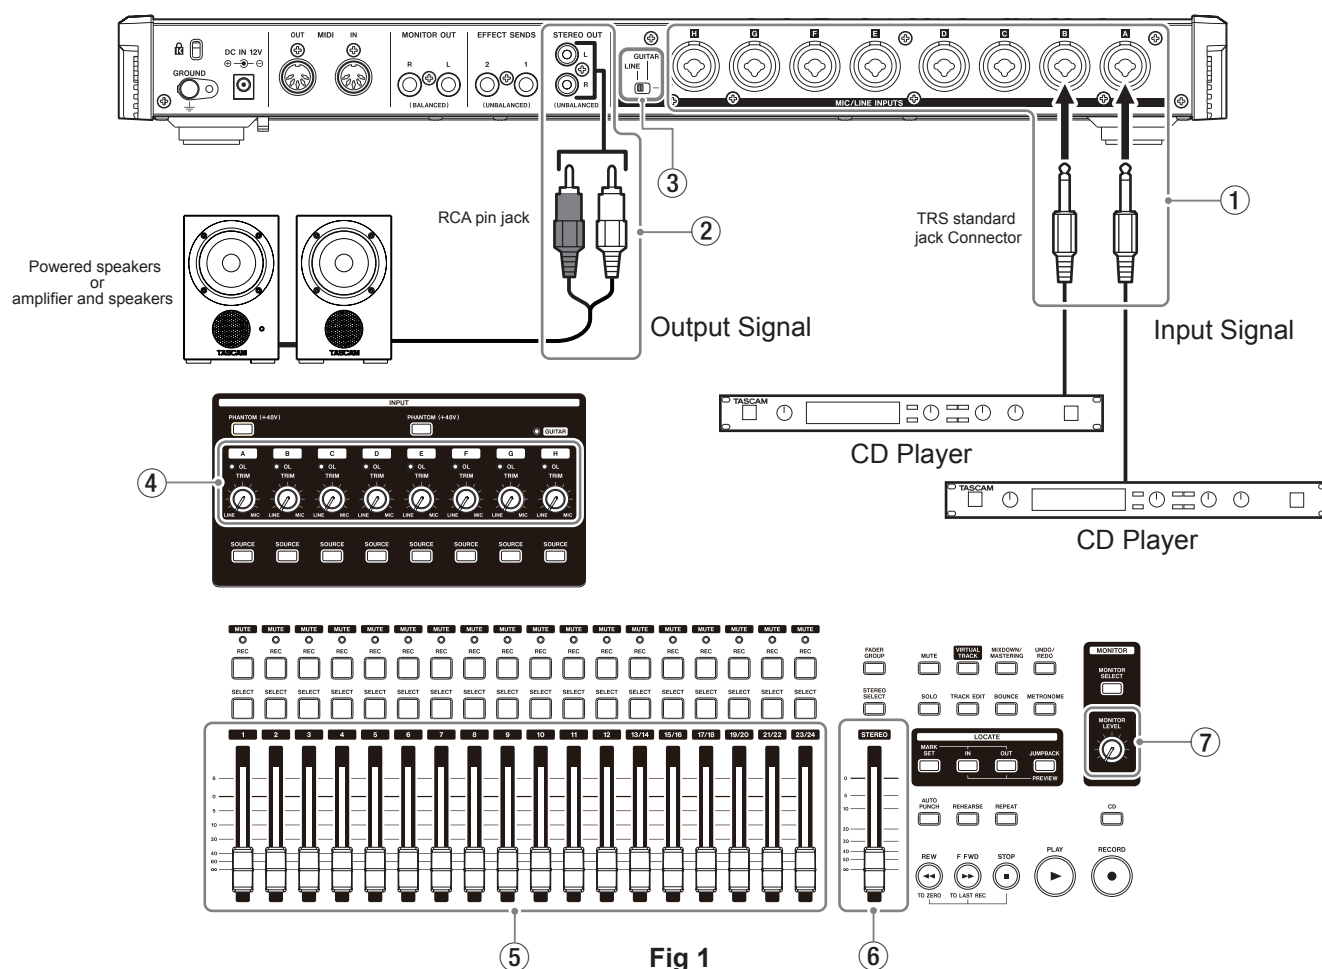

Fig 1
- Connect the 2 CD players to the **A-B MIC/LINE INPUTS** using cords with standard 6.3mm TRS jacks. (Fig. 1-①)
- Use RCA cords to connect L/R speakers with built-in amplifiers to the L/R **STEREO OUT** jacks. (Fig. 1-②)
- **LINE-GUITAR** switch : LINE (Fig. 1-③)
- **A-H INPUT TRIM** knobs : minimum position (LINE) (Fig. 1-④)
- **TRACK FADERS** : minimum position (Fig. 1-⑤)
- **STEREO FADERS** : minimum position (Fig. 1-⑥)
- **MONITOR LEVEL** knob : minimum position (Fig. 1-⑦)
- **MIC/LINE INPUTS** 端子 **A-B**chにCDプレーヤー 2台を [6.3 mm TRS 標準ジャック] コードで、それぞれ接続する。(Fig1-①)
- **STEREO OUT** L/R端子にAMP内蔵スピーカー L/RをRCAコードで、それぞれ接続する。(Fig1-②)
- **LINE-GUITAR** スイッチ : LINE側 (Fig1-③)
- **INPUT TRIM** ノブ **A-H** : 最小位置 (LINE側) (Fig1-④)
- **TRACK FADER** ノブ : 最小位置 (Fig1-⑤)
- **STEREO FADER** ノブ : 最小位置 (Fig1-⑥)
- **MONITOR LEVEL** ノブ : 最小位置 (Fig1-⑦)